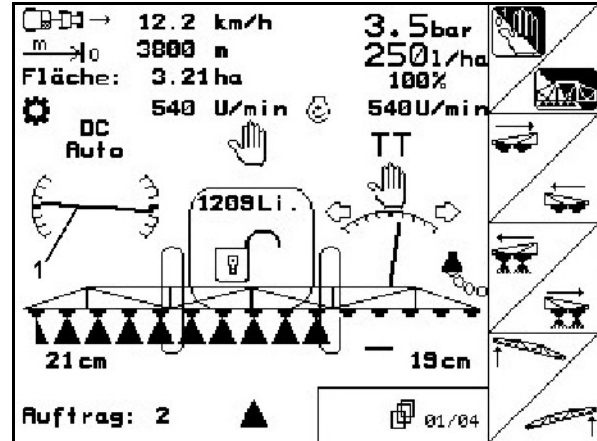

Fig. 73
- Im Display zeigt das Symbol Neigungs-Verstellung (Fig. 73/1) die waagerechte Ausrichtung des Spritz-Gestänges.